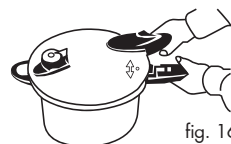

fig. 16
3. Ret „●“-mærket på låget ind efter „▲“-mærket på grydehåndtaget (del 13), og åbn låget (fig. 16).